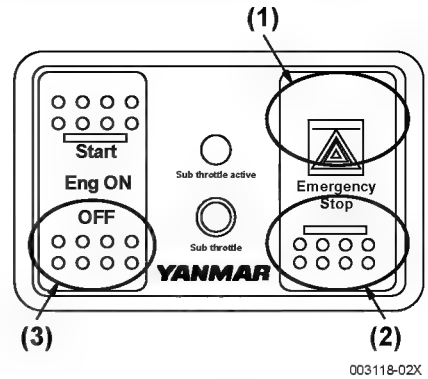

Figure 6
3. Appuyez sur OFF (moitié inférieure) de l'interrupteur d'allumage (Figure 6, (3)).
Appuyez sur la partie supérieure de l'interrupteur Emergency Stop (Figure 6, (1)) à droite du panneau et le moteur s'arrête immédiatement. Après l'arrêt, appuyez sur la partie inférieure de l'interrupteur d'arrêt d'urgence (Figure 6, (2)) pour retourner à la position antérieure.
IMPORTANT! N'utiliser cet interrupteur qu'en cas d'urgence. Dans les circonstances normales, utilisez l'interrupteur OFF, ON, START (Figure 6, (1)) pour arrêter le moteur.